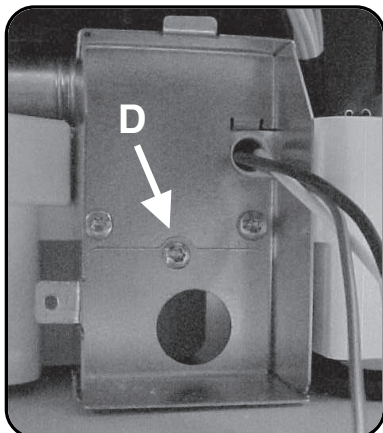

Figure 14/Ilus. 14
2) Remove the strain relief plate by removing the screw at the back of the junction box, as shown in Figure 14, letter D and sliding the strain relief plate out.
- 2) Retirer la plaque de réducteur de tension en enlevant la vis à l'arrière de la boîte de jonction, comme à la figure 14, lettre D et en faisant glisser la plaque vers l'extérieur.
- 2) Quite la placa de alivio de presión por medio de extraer el tornillo de la parte trasera de la caja de conexiones, como muestra la flecha D en la Ilustración 14, y deslizar la placa de alivio de presión hacia afuera.